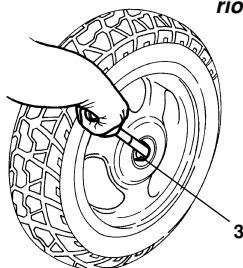

Fig. 32
- svitare il dado di bloccaggio (3 - Fig. 32) della ruota,
- unlock the wheel nut (3 - Fig. 32);